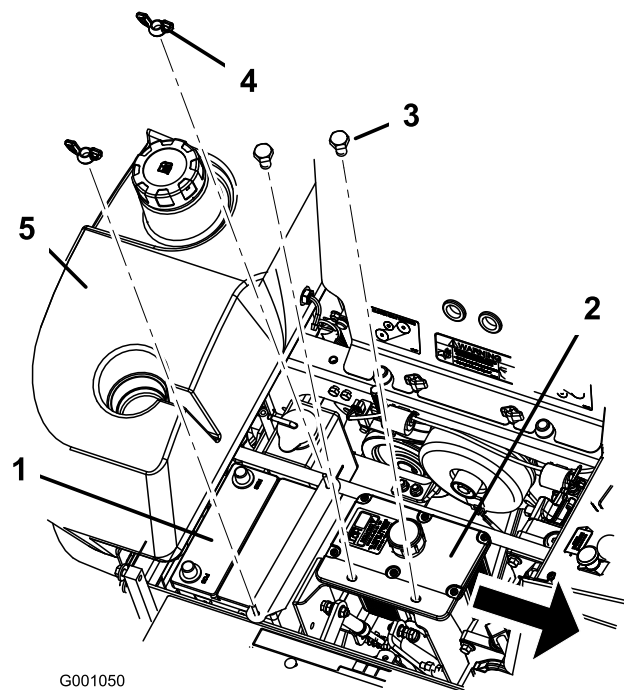

Figura 57
1. Posizionate la batteria nel vassoio, con i poli in posizione opposta al serbatoio idraulico (Figura 57).
6. Fissate la batteria con bulloni a J, il morsetto fissatore, 2 rondelle (1/4 poll.) e 2 dadi ad alette (1/4 poll.) (Figura 57).
6. Togliete entrambi i dadi ad alette (1/4 poll.) che fissano la staffa di montaggio della batteria (Figura 57).
7. Togliete i bulloni di fissaggio del serbatoio idraulico (Figura 57).